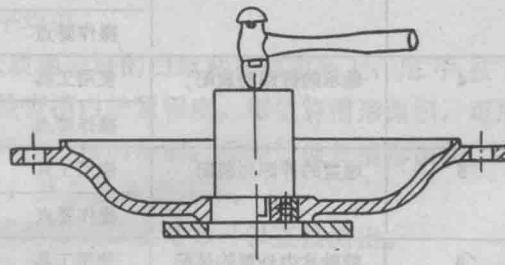

图 1-10 拆卸端盖内孔轴承
5) 在端盖内拆卸轴承 当轴承留在端盖内孔时，可把端盖止口面向上平稳地搁在两块铁板上，然后用一根直径略小于轴承外径的金属棒，抵住轴承外圈，从上边用榔头敲打，将轴承敲出，如图1-10所示。